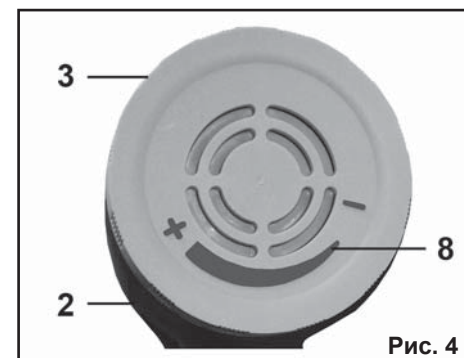

Рис. 4
7.2. Плавная регулировка температуры при работе с пистолетом ПТЭ-2000/ЭП (Рис.4).